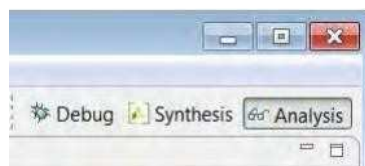

图 6-6: 打开分析透视图
1. 单击 Analysis 透视图按钮(图 6-6)，开始交互设计分析。